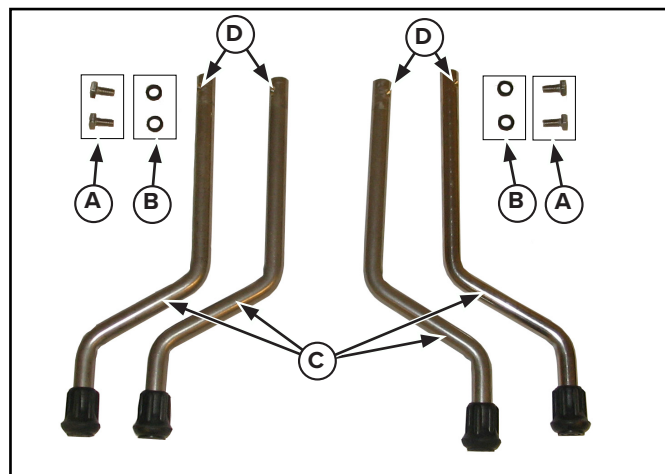

Figura 5. Patas y herrajes para la unidad Lettuce King IV.
1. Use los tornillos de cabeza (A) y las arandelas de goma (B) para instalar las patas (C). Consulte la Figura 5.
4. Apriete lentamente los tornillos de cabeza (A) y gire levemente las patas de modo que el extremo del tornillo de cabeza (E) ingrese en el surco de la pata (C). Consulte la Figura 5.